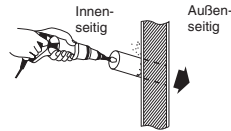

Abb. 3-35
- (4) Eine Öffnung in der Wand machen. Hierzu eine Stichsäge, Lochsäge oder einen Lochschneid-Bohrereinsatz verwenden. (Abb. 3-35)